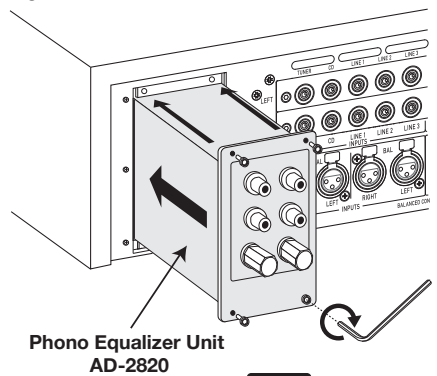

Fig. 2
- ③ 増設するプリアンプのスロット下側2本のガイドレールに沿って、**AD-2820**を挿入(図2参照)します。コネクターに当って止まったら、少し力を入れてコネクターを完全に差し込みます。(パネル面が同一になればOKです。)
- ④ はずした4本のネジで確実に固定(時計回り)します。
- ❸ Slide the AD-2820 into the preamplifier along the two guide rails on both sides (see Fig. 2). When you feel a certain resistance, give the AD-2820 a slight push until the connector is fully plugged in. When the AD-2820 is flush with the rear panel, it is inserted correctly.
- ❹ Use the four screws to fasten the AD-2820 by turning the screws clockwise.